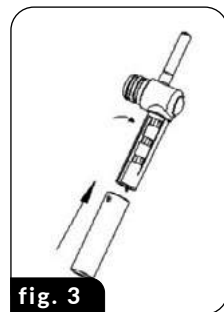

fig. 3
- Placez de petites tasses sur le support coulissant (6) après l'avoir retiré.
- Deux grands trous dans le support (6) et la grille (9) sont situés directement sous la sortie de café du flacon – ils indiquent l'endroit pour le positionnement correct de deux petites tasses.
- Placez la grande tasse directement sur la grille du bac d'égouttage (9) – le support (6) doit ensuite être inséré dans l'appareil.
ATTENTION! Lorsque vous préparez du café CAPPUCCINO ou LATTE, assurez-vous d'ajuster la buse du tube moussant (22). Vous pouvez également ajuster la longueur de la buse du tube de distribution de lait moussé en le verrouillant à différents réglages de longueur pour s'adapter à différentes tailles de tasses (Fig. 3).